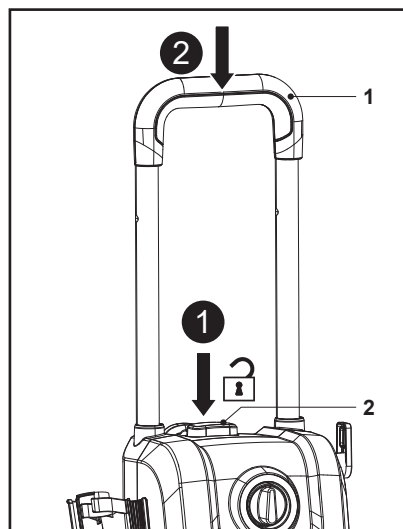

Fig. 14
2. Ține apăsat butonul de blocare a mânerului (2) și apasă mânerul de transport (1) pentru a-l retrage (fig. 14).